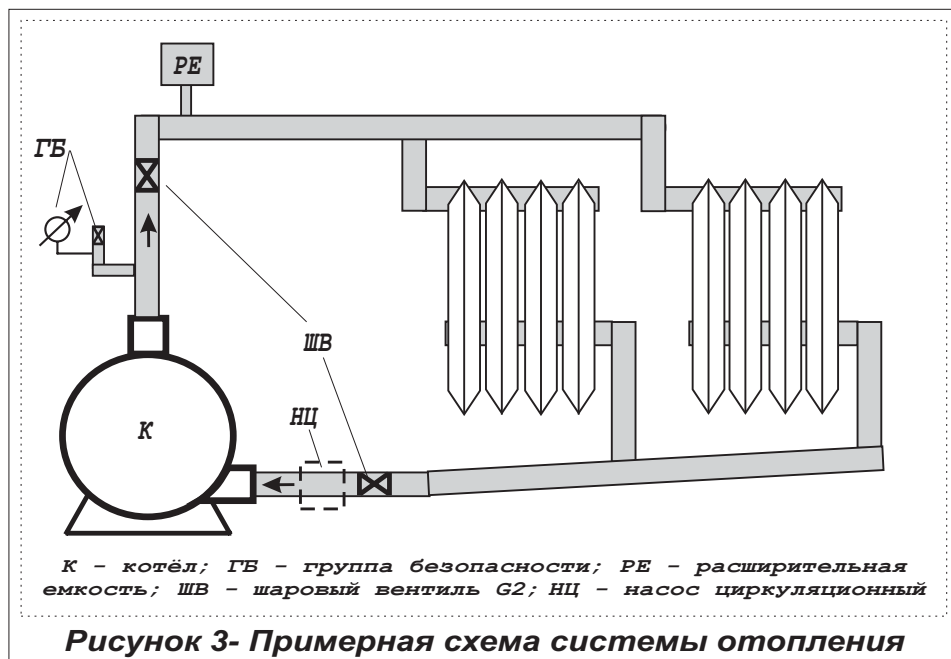

Рисунок 3- Примерная схема системы отопления
5.9. **Внимание!** При эксплуатации прибора запрещается полностью или частично перекрывать шаровые вентили на входе и выходе из котла (см. рисунок 3).